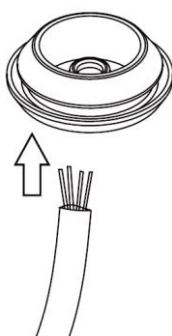

Рисунок 7.2
7.4 В случае вывода кабеля сверху, необходимо сделать отверстие в установочной поверхности, вытянуть уплотнительную заглушку (рис.7.2) и протянуть кабель.
В случае вывода кабеля сбоку, необходимо вытянуть уплотнительную заглушку (рис.7.2) и протянуть кабель через U-образное отверстие, расположенное на монтажном основании.